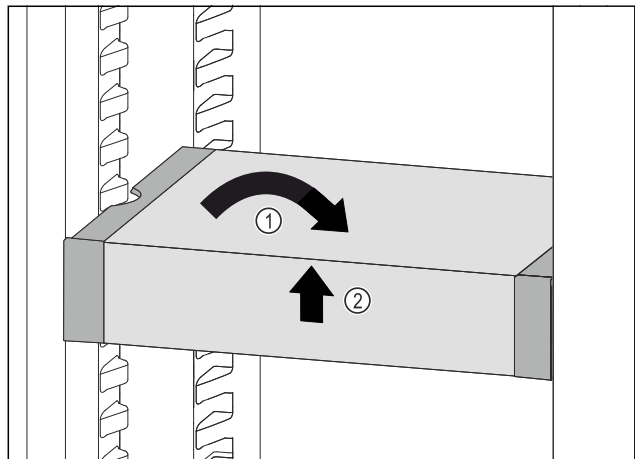

Fig. 106
- ▶ Вирівняти VarioSafe. Fig. 106 (1)
- ▶ Підняти VarioSafe спереду. Fig. 106 (2)